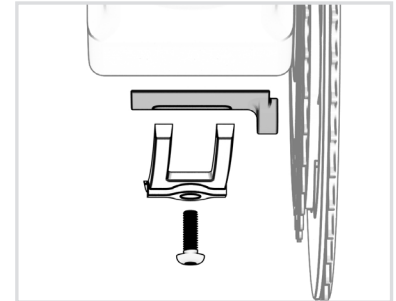

FIG. 8
- Entfernen Sie die Schraube der Kabelführung und setzen Sie das Gehäuse mit dem Magnet zum PowerMeter zeigend unter die Kabelführung oder, falls nicht anders machbar, darüber (Fig. 8).